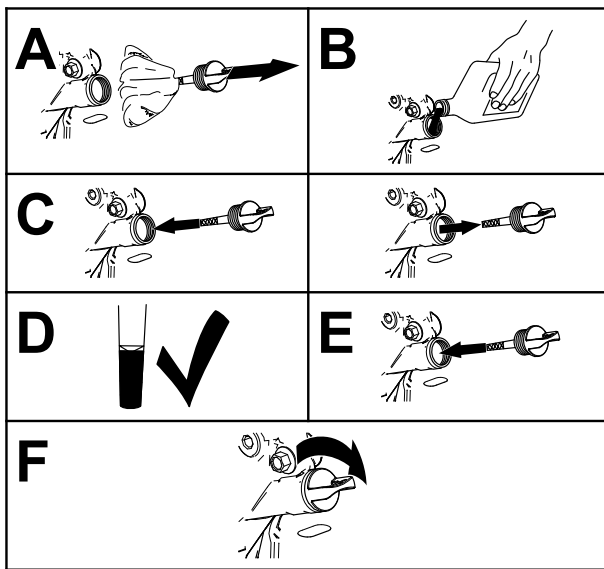

Figura 38
- Vierta lentamente un 80% aproximadamente del aceite especificado por el tubo de llenado, luego añada lentamente el resto del aceite hasta que llegue a la marca **Full** (Figura 38).